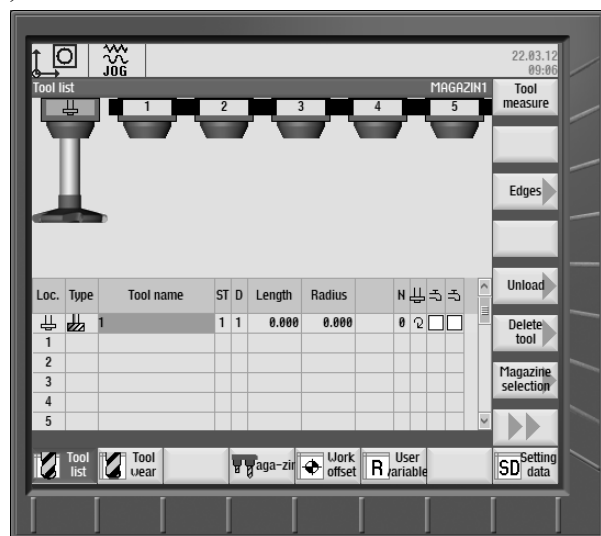

Рисунок 5.4 – Привязка инструмента по оси Z
8.4 Используя клавиши «X», «Y», «Z», «+», «-», «RAPID» в режиме «JOG» переместить инструмента T1 по оси Z к детали до касания (рисунок 5.4).
8.5 В окне «OFFSET» выбрать инструмент 1 (см. рисунок 5.4, б), нажать клавишу «Tool measure». Проверить соответствие параметров в окне